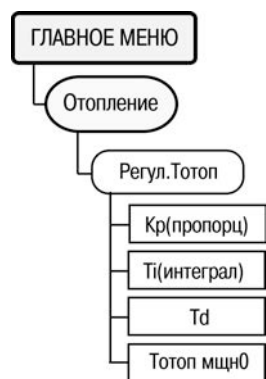

Рисунок 6.16
6.11.29 Для задания параметров, определяющих функционирование регулятора контура отопления, служит пункт меню //Отопление/Регул.Тотоп (рисунок 6.16). В этой ветви располагаются параметры ПИД-регулятора, используемые при управлении КЗР отопления с дискретным, либо аналоговым управлением. Коэффициенты могут быть определены автоматически в режиме автонастройки **АНР отопл**.